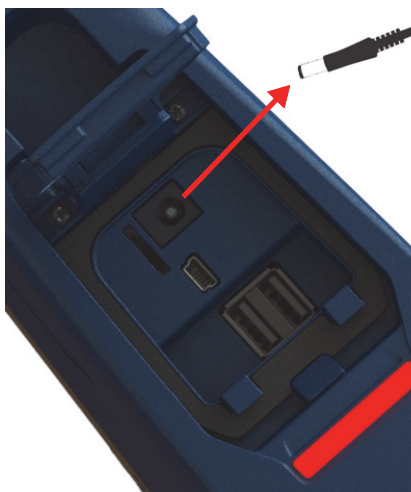

图 3-14 拔下DC电源插头
4. 如果您使用的是AC电源适配器，则需从Vanta AC适配器插口上拔下DC电源插头（参见第72页的图 3-14）。